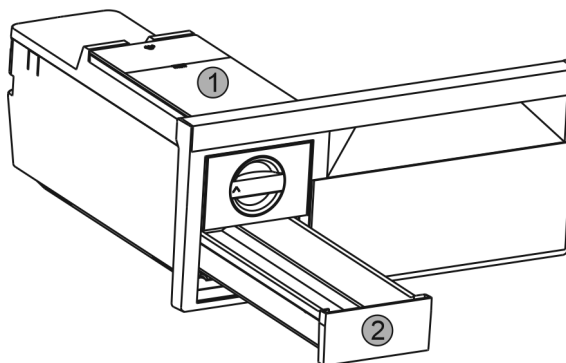

Fig. 36
- ▶ Vyjměte nádržku na vodu *Fig. 36 (1)* a zásuvku na kostky ledu *Fig. 36 (2)*.